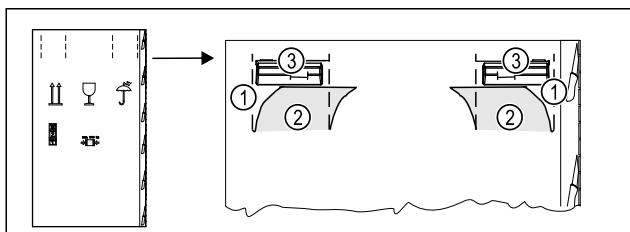

Fig. 3
- 按下包装箱顶部的易撕条 Fig. 3 (1)。
- 拉出已压入的箱体挡板 Fig. 3 (2)。
- 可看见左右提手 Fig. 3 (3)。
- 抓住冰箱的提手 Fig. 3 (3)。